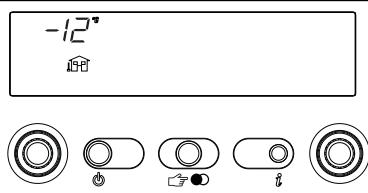

Fig. 63
**Info 1** solo con sonda exterior conectada, visualiza la temperatura exterior (ejemplo 12 °C) (fig. 63). Los valores visualizados por el visor digital están incluidos entre - 40 °C y 40 °C. Además de estos valores el visor digital visualiza "- -".